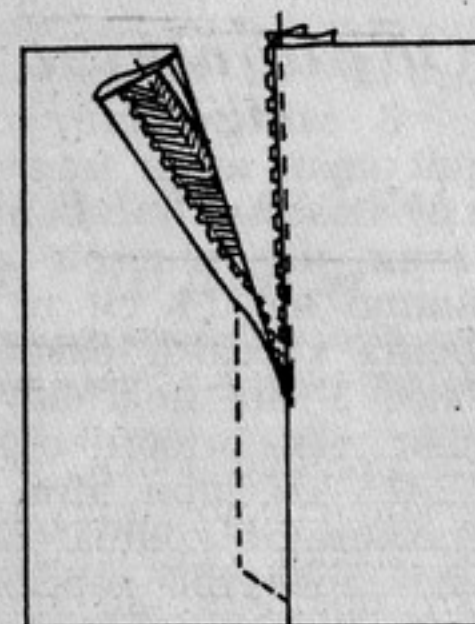

Рис. 181. Застежка, обработанная тесьмой с замком “молния”
2. Сметать боковые швы сметочными стежками (рис. 181).